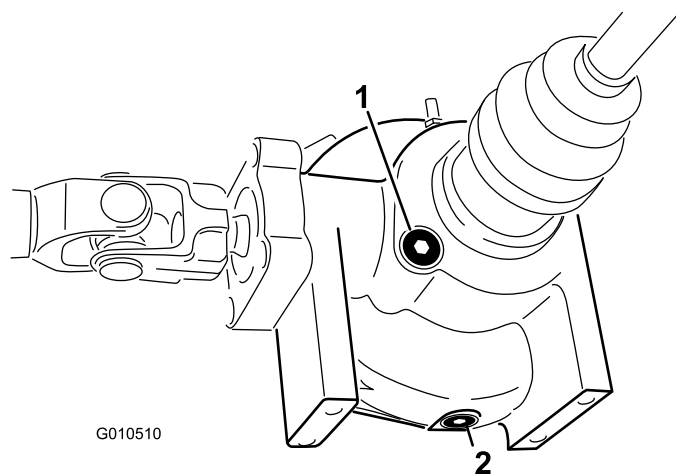

Figura 22
2. Limpe a área em torno do bujão de enchimento e controle o nível na parte lateral do diferencial (Figura 22).